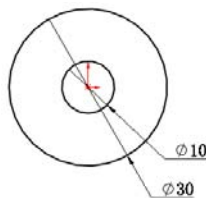

图 13-86 绘制草图 1
(1) 新建文件。启动 SolidWorks 2012, 选择菜单栏中的“文件”→“新建”命令, 或者单击“标准”工具栏中的 (新建) 按钮, 在弹出的“新建 SolidWorks 文件”对话框中选择 (零件) 按钮, 然后单击“确定”按钮, 创建一个新的零件文件。
(2) 绘制草图 1。在左侧的“FeatureManager 设计树”中用鼠标选择“前视基准面”作为绘制图形的基准面。单击“草图”工具栏中的 (圆) 按钮, 绘制并标注草图如图 13-86 所示。